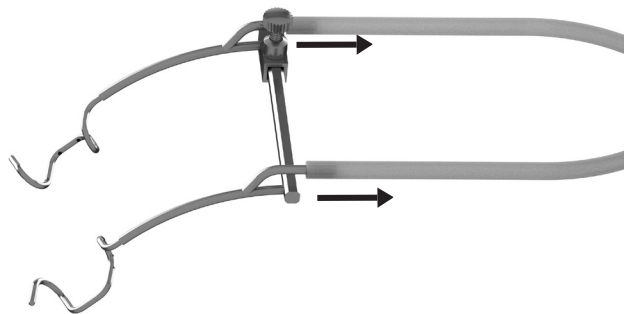
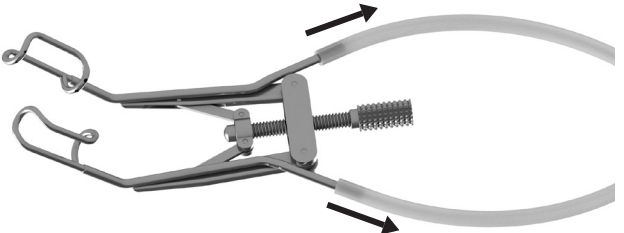

Abb. 2
Abb. 3
- Entfernen Sie das Schlauchsystem gemäß Abb. 2 oder Abb. 3.
- Entfernen Sie das Schlauchsystem gemäß Abb. 2 oder Abb. 3 und bereiten Sie es gemäß seiner produktbezogenen Aufbereitungsanleitung (1102227) auf.